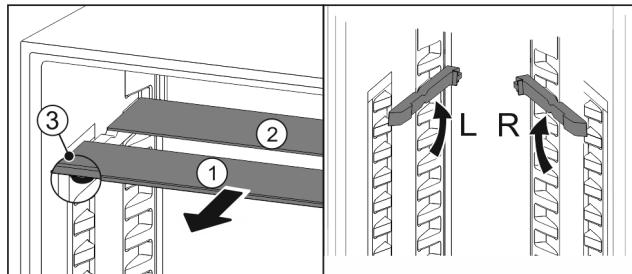

Fig. 67
- Extragăți Fig. 67 (1) pe rând plăcile de sticlă spre înainte.
- Placa de sticlă Fig. 67 (1) cu șipca decorativă se află în față.
- Opritoarele Fig. 67 (3) indică în jos.